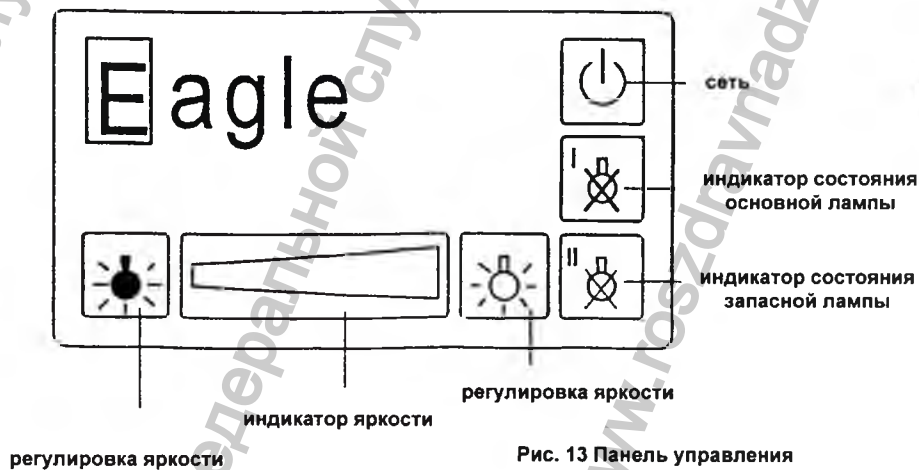

Рис. 13 Панель управления
7.4.2 Включите питание светильника с помощью кнопки СЕТЬ на панели управления (см. рисунок 13).
7.4.4 Отрегулируйте яркость (см. рисунок 13) для настройки необходимой для различных хирургических операций силы света. При настройке яркости соответственно будет изменяться индикатор яркости.